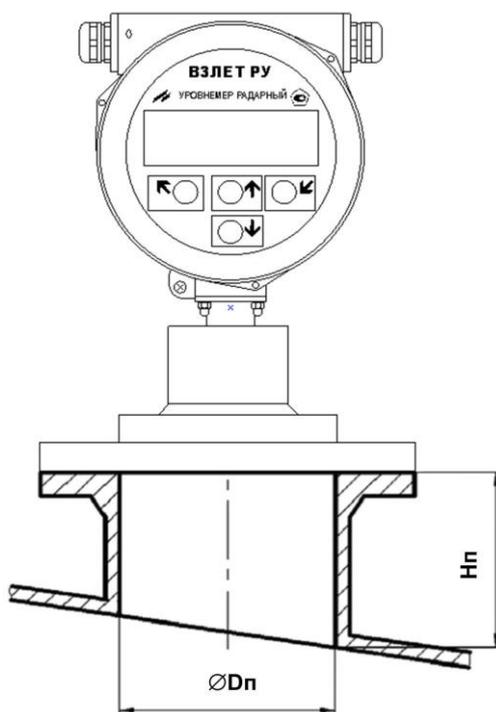

Рисунок 8 – Размеры установочного патрубка
4.2.1 Внутренний диаметр патрубка  $D_{п}$  должен быть не менее 100 мм (см. рисунок 8). Допустимое отклонение оси патрубка от вертикали при измерении уровня жидких продуктов – не более  $5^\circ$ . Большее отклонение может быть компенсировано с помощью шарового шарнира (см. п.5.4).
4.2.2 Высота патрубка Нп измеряется по его внутренней поверхности от фланца до нижней кромки отверстия (см. рисунок 8). Максимальная допустимая высота патрубка зависит от его диаметра. Чем больше диаметр, тем выше допустимая высота патрубка. Однако применение более высокого патрубка может привести к возникновению паразитных переотражений, что затруднит процесс измерения. При необходимости применить более длинный патрубок, чем рассчитанный для данных условий монтажа, требуется согласование конструкции с производителем уровнемера.